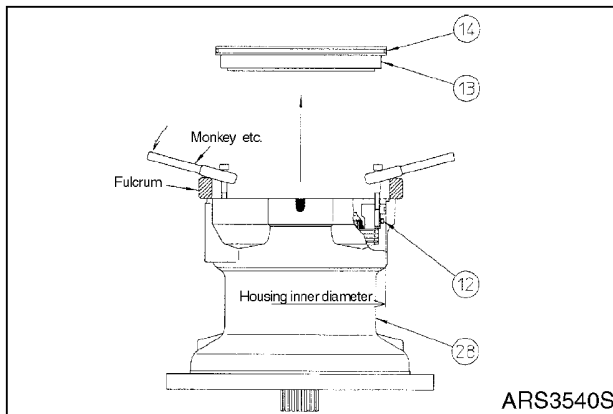

Рис. 17
- Поршень (13) не будет выходить из корпуса (28) из-за сопротивления скольжения уплотнительных колец (12 и 14). Извлеките его, используя отверстие с резьбой (M6) в поршне, снимите поршень (13), как показано на рис. 17.